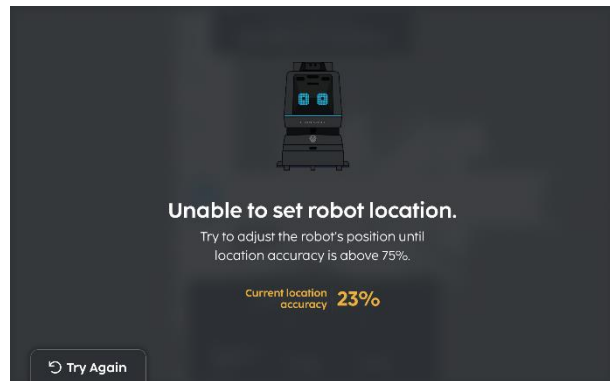

Fig. 5
4. Als lokalisatie mislukt, selecteert 'Try Again (Opnieuw proberen)' (fig. 5).